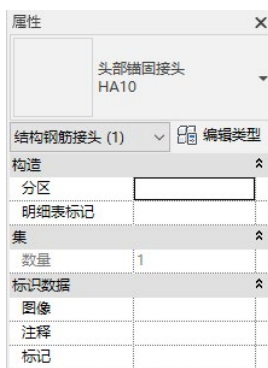

图 13-27 “属性”选项板 (1)
(3) 在“属性”选项板中选择所需的钢筋接头类型，接头尺寸必须与钢筋尺寸匹配才能进行连接，所以这里选择“头部锚固接头 HA10”，如图 13-27 所示。